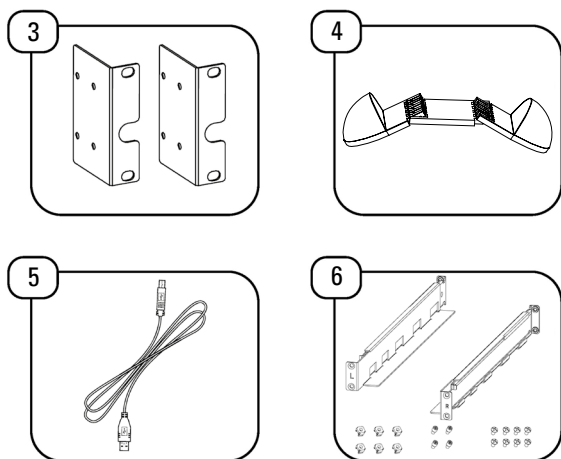
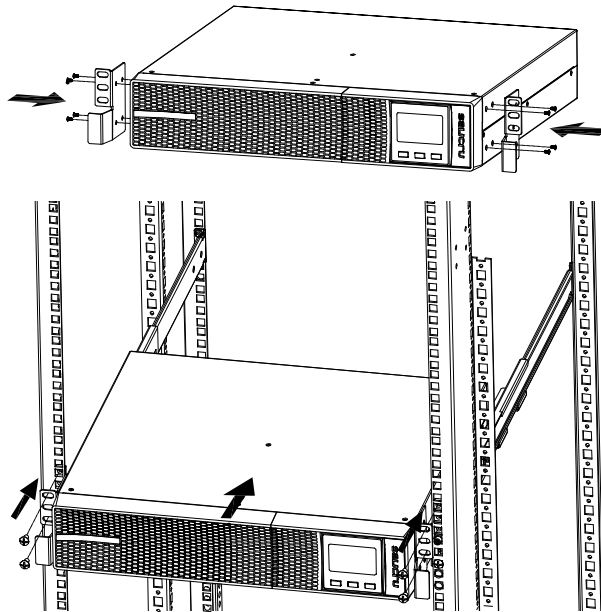
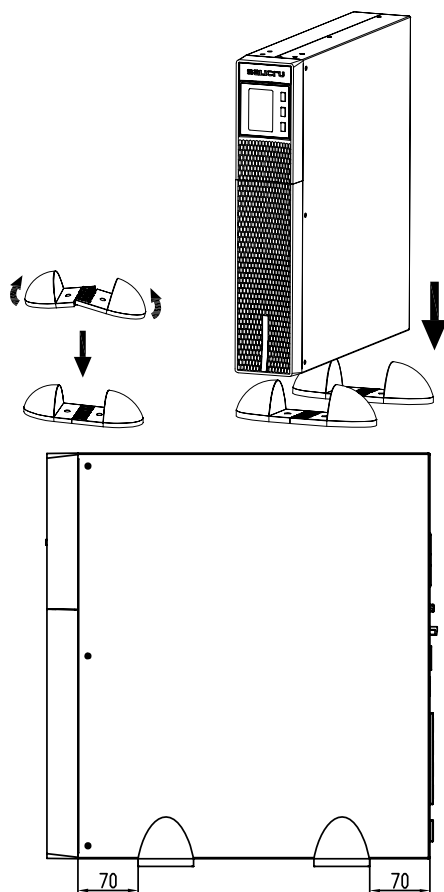

Fig. 5. Inhalt der Verpackung des Batteriemoduls.
Abb. 6. Montage Typ Rack im 19"-Schrank.
Abb. 8. Montaje vertical -tipo torre-.
- In den Abb. 5 bis Abb. 8 werden beispielhaft die Darstellungen eines Gerätes oder von diesem mit seinem Batteriemodul gezeigt. Diese Abbildungen dienen als Hilfe und Anleitung bei den zu befolgenden Schritten und sind auf keinen Fall dazu bestimmt, die Anweisungen für ein einzelnes Modell zu spezifizieren, obwohl in der Praxis die durchzuführenden Aktionen für alle Modelle immer gleich sind.
- Folgendermaßen vorgehen (siehe Abb. 5)
- Folgendermaßen vorgehen (siehe Abb. 5):
- Die USV im stehend zwischen den beiden Basen mit einem Abstand von 70 mm, ab dem Ende gemessen, stellen (siehe Abb. 6).
- Die USV und das Batteriemodul zwischen den beiden Sockeln (siehe Abb. 8) und mit einem Abstand von 70 mm von jedem Ende, so wie in der Abb. 6 dargestellt, stehend aufstellen.